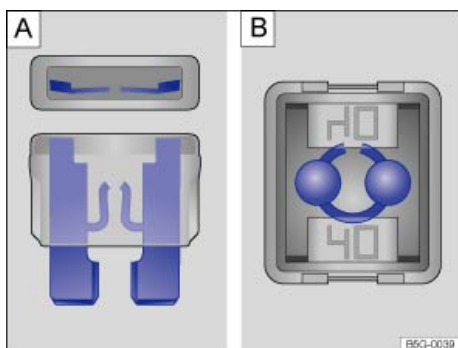

Fig. 283 Fusible fundido: **A** Fusible enchufable plano; **B** Fusible tipo bloque.
- Un *fusible enchufable plano* (ATO®, MINI®) fundido se reconoce por la tira de metal quemada visible desde arriba y desde los laterales a través de la carcasa transparente ⇒ fig. 283 A.
- Un *fusible tipo bloque* (JCASE®) fundido se reconoce por la tira de metal quemada visible desde arriba a través de la carcasa transparente ⇒ fig. 283 B.